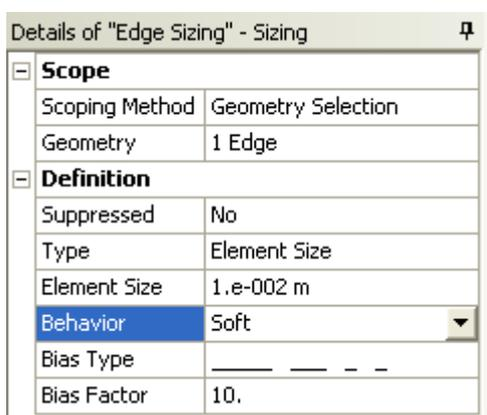

Рис. 34.
- задать значение для параметра сгущения элементов **Bias Type**. Этот параметр позволяет при сохранении общего числа элементов на грани проводить сгущение элементов по одному краю, по обоим краям, или по центру. В данном случае необходимо выбрать сгущение около сферической поверхности см. рис. 34.